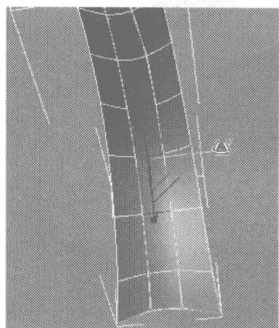
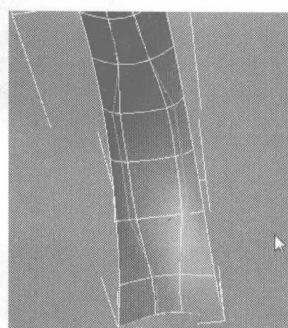
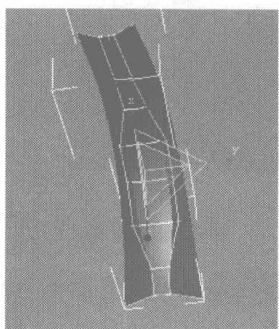
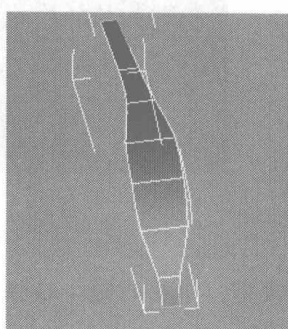

图 2.197
图 2.198
图 2.199
图 2.200
- 12 选择如图 2.197 所示的曲线, 利用缩放工具调整到如图 2.198 所示的位置。选择如图 2.199 所示的面, 按 Delete 键删除, 结果如图 2.200 所示。